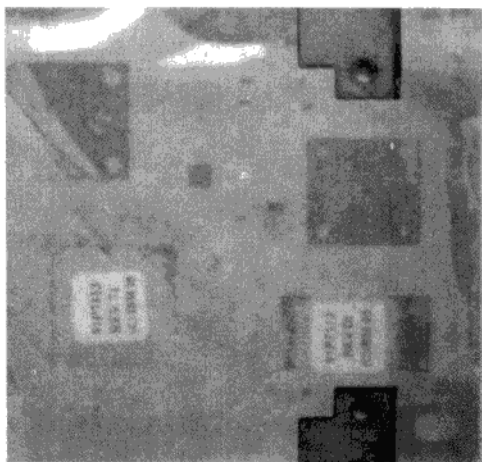

图 3-15 从主板上取下 BIOS 芯片
(1) 从主板上取下 BIOS 芯片装入转接座，主板上会有绝缘胶纸，如图 3-15 所示。